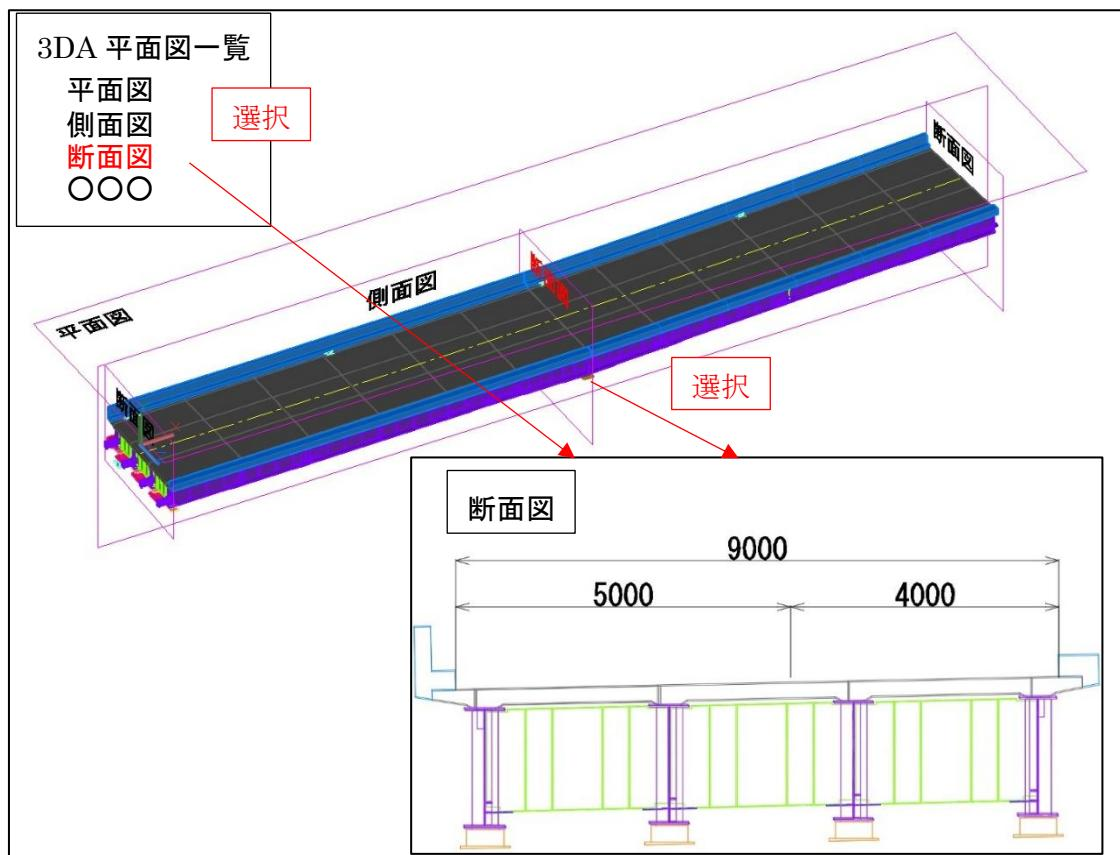

図 4-4 上部工 3DA モデルにおける 3DA 平面位置図の例
4) 3DA 平面位置図は、「第 1 編 共通編 2-5 3DA 平面図の設定」により、設定した 3DA 平面図の位置図を作成・表示する（図 4-4 参照）。3DA 平面図は、3DA 平面を選択、又は表示された図面名を選択することにより表示できる（図 4-4 参照）。